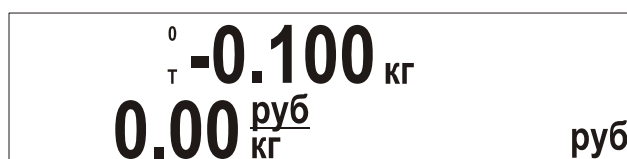

Рисунок 42. Показания дисплея при введенной известной массе тары.
- повторно нажмите на клавишу  (короткое нажатие), на дисплее отобразится значение массы тары со знаком минус, при этом указатели T ("Тара") и 0 ("Ноль") будут гореть (см. Рисунок 42):